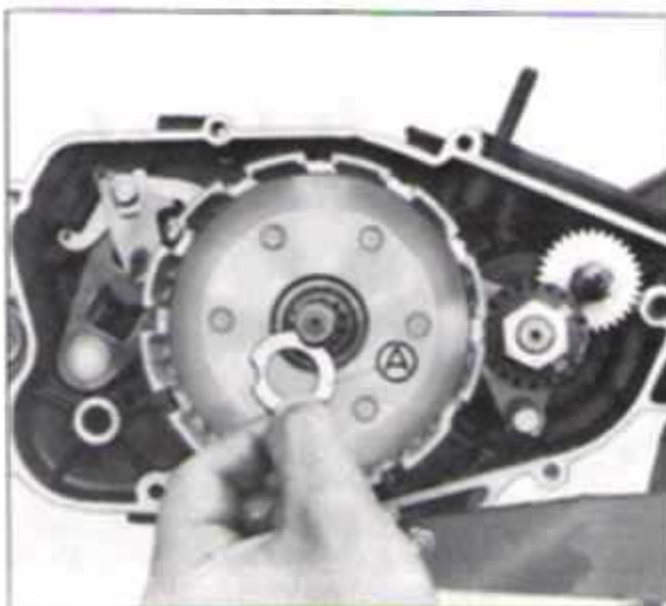

FIG. M14 - A. ARRUELA ESPAÇADORA
3. Remover o conjunto embreagem condutora do eixo primário, removendo a arruela espaçadora, os rolamentos, a bucha e a arruela espaçadora. Figura M14.